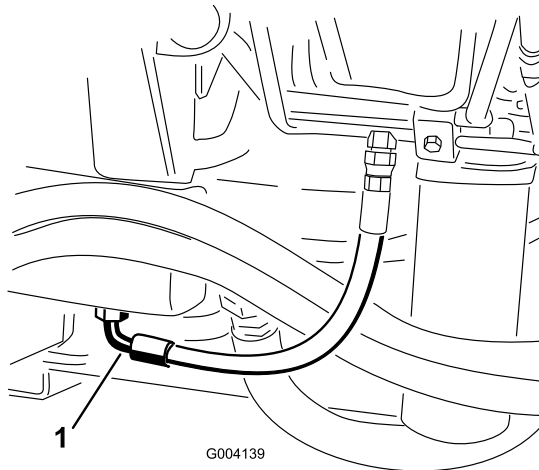

Figura 75
2. Coloque un recipiente grande debajo del acoplamiento situado en la parte inferior del depósito de aceite hidráulico (Figura 75).